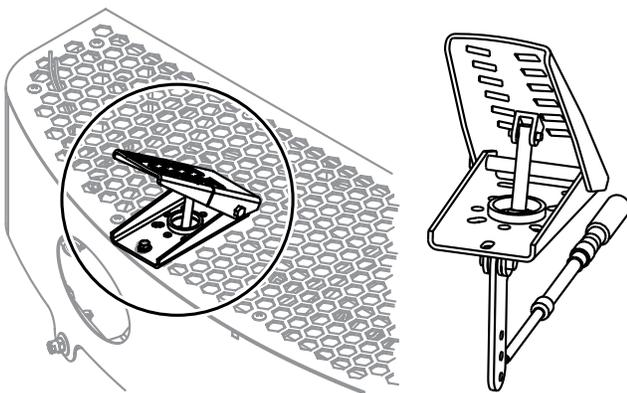

Figura 9. Pedale di controllo della velocità delle pale
2. Il pedale (figura 9) controlla la velocità delle pale e del motore. La posizione del pedale determina la velocità delle pale. Per imprimere una bassa velocità alle pale premere lievemente il pedale. Per imprimere la massima velocità alle pale premere il pedale fino in fondo.